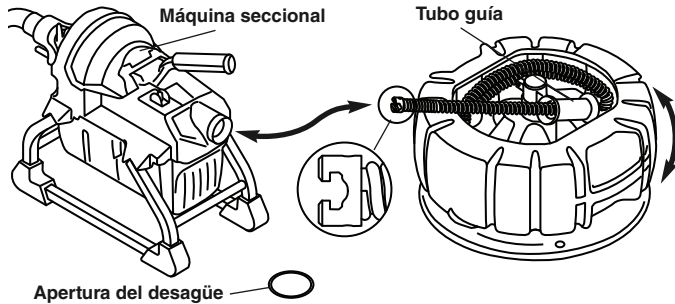

Figura 4 – Cómo usar el tambor portacables
- Coloque el tambor cerca de la limpiadora de desagües de manera que el operario pueda fácilmente cargar y descargar secciones de cable. Vea la Figura 4.